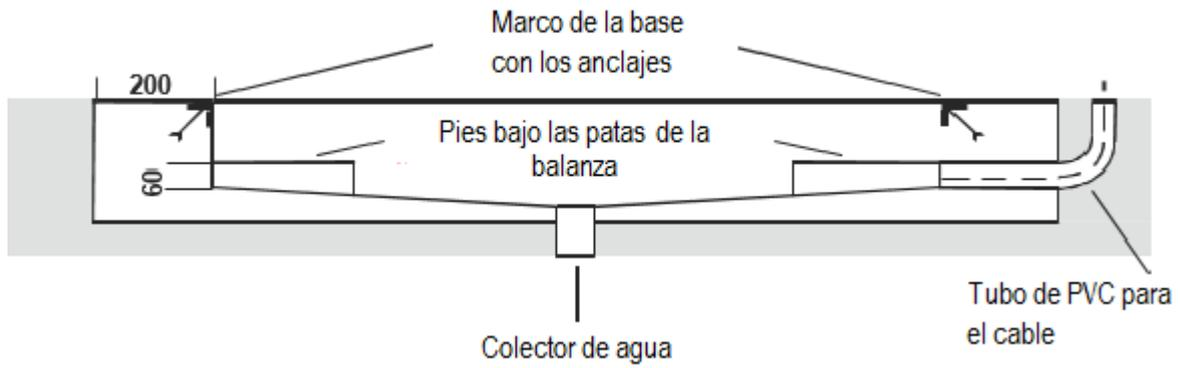

Fig. 1 Cimientos – sección transversal
2. El ángulo de inclinación inferior de la base (se muestra en la fig. 1 en la página 8) debería ser de al menos 3%.
1. Prepare la base (7) según las pautas (sección 6) y los principios técnicos de ingeniería.
2. Ponga las placas de la base de la balanza (5) libremente en la base.
3. Coloque las placas limitadoras (4) en las placas (5). Conecte las dos placas con los tornillos M8 (2) de manera que no se puedan mover una con respecto a la otra, pero permita que se puedan manejar los limitadores (4).
5. Ponga la estructura de la balanza (1) en la base, para que las patas (7) reposen verticalmente en los agujeros de los limitadores (4).
7. Compruebe la ubicación de la placa superior en la base – nivele el borde en relación a la base y la distancia entre los bordes (fig. 1).
8. Cuando sea necesario, desplace las placas (5) o ponga los espaciadores por debajo de ellas, hechas de chapa con las dimensiones de la placa.
9. Si la posición de la placa superior es correcta, retírela cuidadosamente y no mueva las placas (5). Compruebe si las patas (7) están rectas.
10. Retire cuidadosamente la estructura de la balanza (1) desde la base y no mueva las placas (5).
11. Fije las placas (5) con los tornillos y los pines de acero suministrados.
12. Ajuste los desplazamientos posibles con la posición de las placas (4), para que las patas estén colocadas en el centro y de manera vertical en los agujeros de las placas (4). Apriete firmemente los platos (5) (4).
13. Ponga la estructura de la balanza (1) en su sitio.